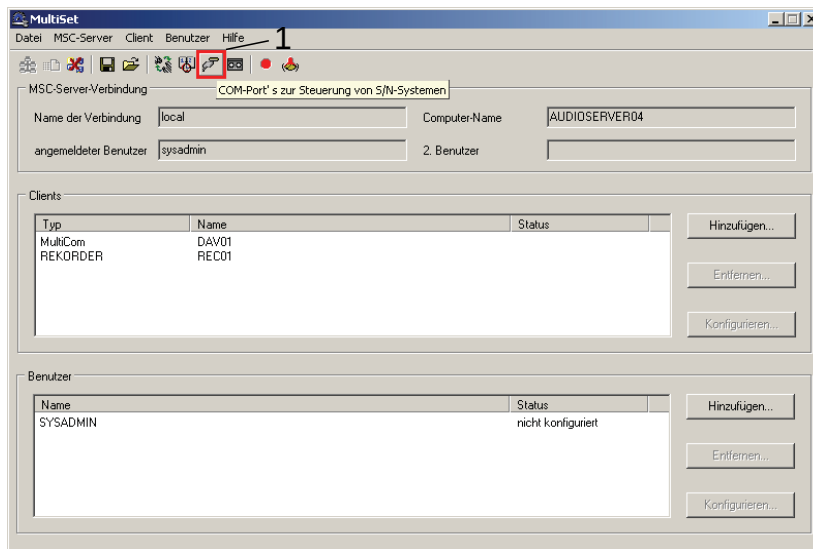

Abbildung 9-2: MultiSet Hauptansicht
- Wählen Sie anschließend die Schaltfläche „COM Ports“ (rot umrahmt 1 in Abbildung 9-2) aus.
- Um die Zuordnung herzustellen, wählen Sie in der Hauptansicht (Abbildung 9-2) im Bereich „Clients“ den Rekorder aus.